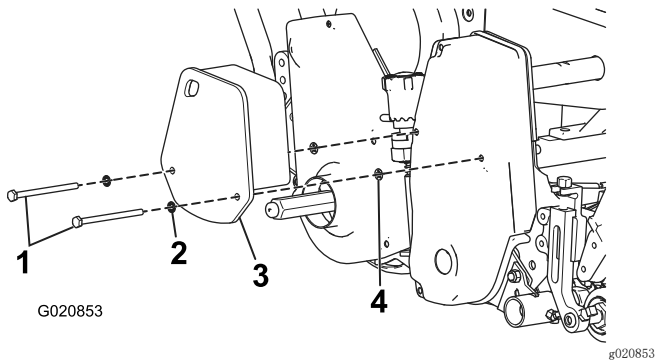

图21
- Greensmaster 1000/1600 剪草机——使用之前卸下的上、下螺栓和图21中所示的配重块和新紧固件安装盖子。请按照您当地的规定使用紧固件卡环。